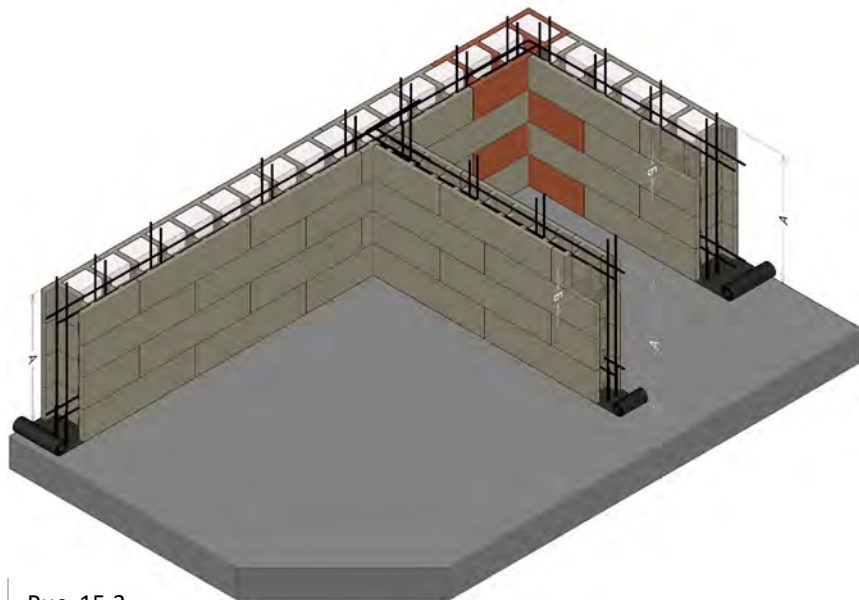

Рис. 15.3
15.3.4 Заливку блоков бетонной смесью за этап эффективнее всего производить после установки от 4 (1000мм) до 6 (1500мм) рядов блоков. (см. рис. 15.3 «А»)
15.3.5 Уровень заливки за этап не должен доходить до края верхнего блока за исключением перемычек и последнего ряда стены. (см. рис. 15.3 «Б»)